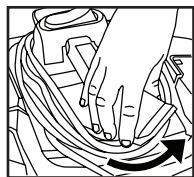

FIGURA 30
52. Para sacar el cable del soporte de enrollado, tome los laterales del soporte de enrollado posterior ubicado detrás de la manija, gire 180° en sentido contrario a las agujas del reloj hasta que la punta del soporte quede por encima de la manija. **FIGURA 30.**